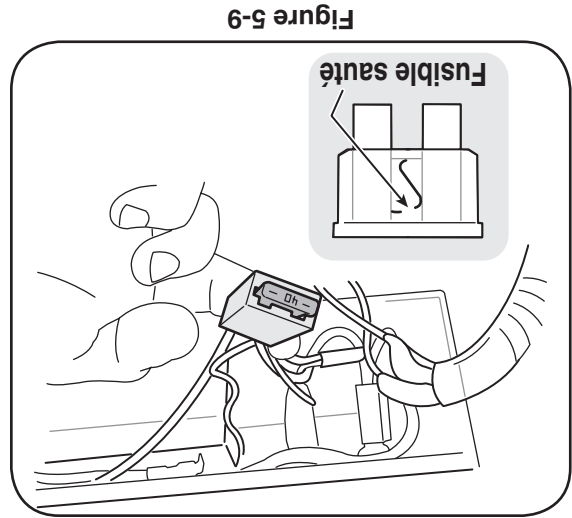

Figure 5-9
2. Sortez le fusible de sa douille et examinez-le soigneusement, comme à la Figure 5-9. S'il est endommagé, remplacez-le avec un fusible de type automobile de 40 ampères.